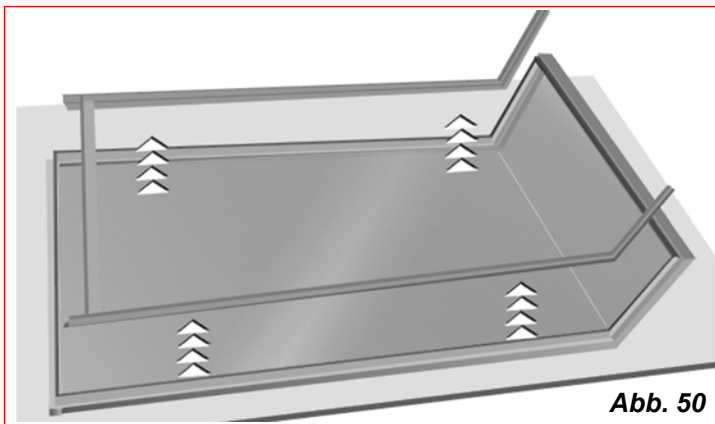

Abb. 50
- Scheibenrahmen abnehmen (Abb. 50).